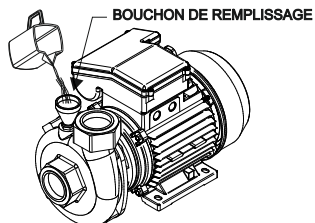

Fig. 4
- Remplissez d'eau le corps de pompe et le tuyau d'aspiration par le bouchon de remplissage (Fig. 4), vérifiez qu'il n'y ait aucun joint ou raccord qui fuit.